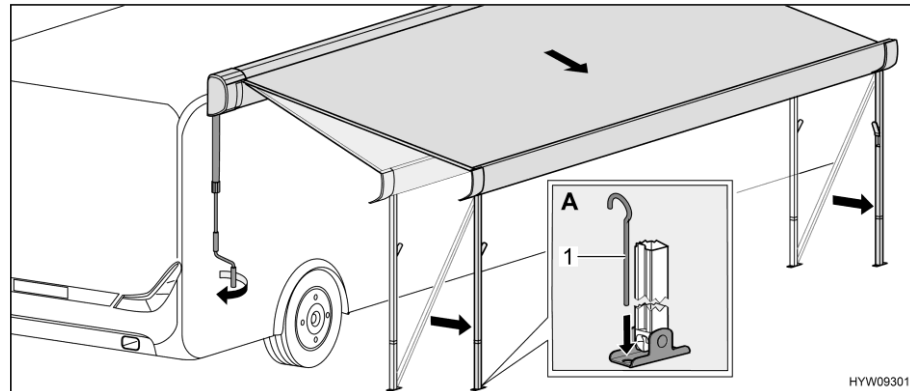

Fig. 30 Placer le store extérieur en position finale
- Fixer les pieds d'appui dans le sol avec des piquets (Fig. 30,1) (Fig. 30,A).